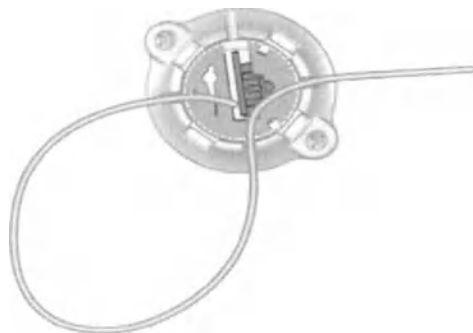

Рисунок 23. Размещение электрода для ГСМ в дополнительном отверстии для электрода
11. Дополнительно. Прикрепите электрод для ГСМ к дополнительному выходному отверстию для добавочной фиксации (Рисунок 23).